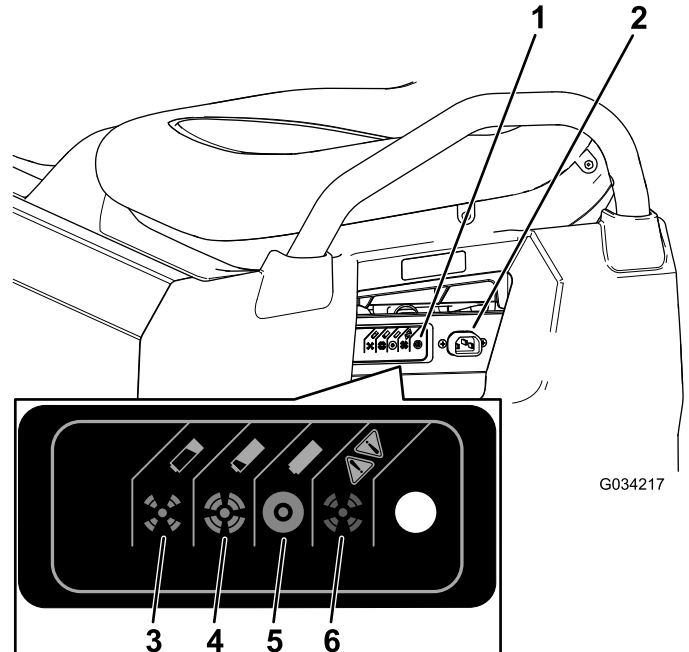

Figura 36
3. Conecte un cable de cargador de calibre 16 (o de un diámetro mayor), de 8.2 pies (2.5 m) o menos al conector de carga de la máquina (Figura 36).
Consulte la tabla siguiente y Figura 36 para obtener más información sobre el significado de los diferentes colores de la luz de estado del cargador.